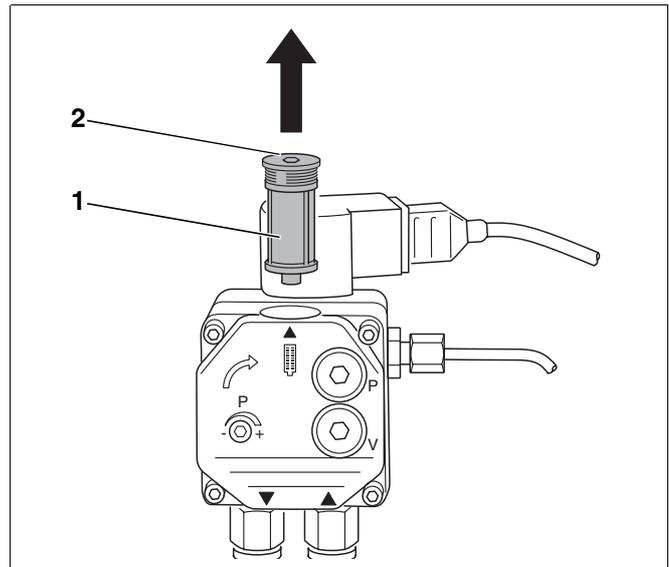

Abb. 20 Ölpumpenfilter prüfen – Ölpumpe Danfoss
- Die Innensechskantschraube an der Oberseite (Abb. 20, **Pos. 2**) lösen.
- Ölpumpenfilter (Abb. 20, **Pos. 1**) nach oben herausziehen.
- Ölpumpenfilter (Abb. 20, **Pos. 1**) mit Waschbenzin reinigen, ggf. austauschen und wieder in die Ölpumpe einbauen.